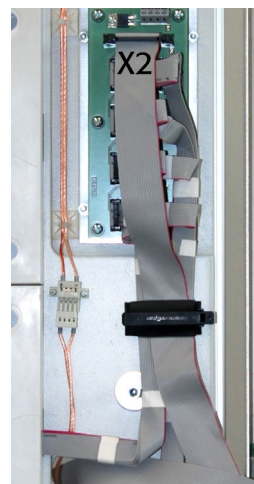

Abb. 3.1-34
Schritt 25: Anschließend werden die Verteilerplatinen durch die zwei 26-adrigen breiten Flachbandkabel mit der Steuerung verbunden. Die Flachbandkabel sind mit „**A und B**“ sowie dem Steckerplatz „**X2**“ beschriftet. Der Stecker des Flachbandkabels mit der Aufschrift „**A**“ wird mit der Verteilerplatine mit dem Stecker „**X2**“ im rechten oberen Tastmodul verbunden (**Abb. 3.1-34**). Das lange Flachbandkabel mit der Aufschrift „**B**“ wird durch die vorbereitete Öffnung im **Modul OL** nach hinten verlegt und durch den vormontierten PVC-Installationskanal bis durch die vorbereitete Öffnung im **Modul OR** geführt, um es an der Steuerung anschließen zu können (falls nicht so geliefert). Schließen Sie nun das Flachbandkabel „**B**“ an der linken Verteilerplatine am Stecker „**X2**“ an.